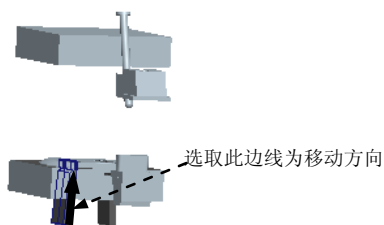

图 27.67 选取移动方向（二）
Step2. 移动 PIN_01_MOLD（销 1）。在 **DEFINE STEP (定义步骤)** 菜单中选择 **Define Move (定义移动)** 命令；选取要移动的模具元件 PIN_01_MOLD（销 1），在“选择”对话框中单击 **确定** 按钮；在系统的提示下，选取图 27.67 所示的销的斜边线为移动方向，然后输入要移动的距离值-75。